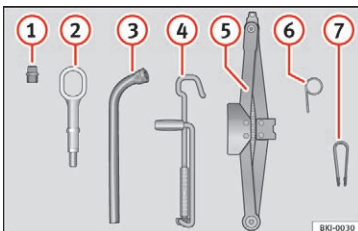
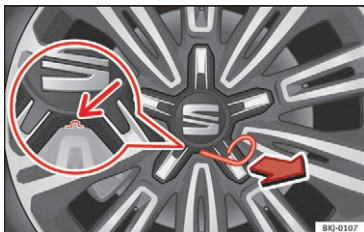

Fig. 75 I bagagerummet under bagagerumsbunden: bilens værktøj
Fig. 77 Afmontering af hjulkapsel
- Hægt trådbøjlen (bilens værktøj » Fig. 75 ⑥) ind i en af åbningerne i hjulkapslen. »
- Hægt trådbøjlen (bilens værktøj »» Fig. 75 ⑥) ind i en af de dertil beregnede åbninger »» Fig. 77.
- Træk i den for at afmontere kapslen »» Fig. 77.